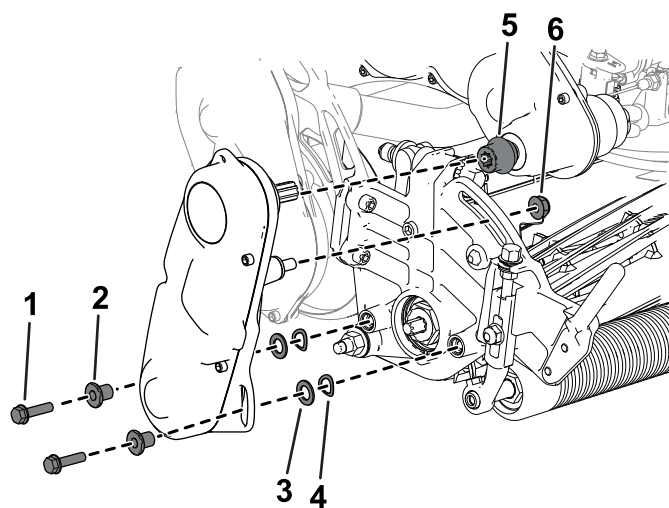

Рисунок 47
- С помощью ранее снятых винтов с внутренним шестигранником, шайб и проставок прикрепите узел привода барабана в сборе к боковой пластине режущего блока (Рисунок 47).
Убедитесь в том, что вал привода узла привода барабана присоединен к муфте вала привода трансмиссии (Рисунок 47).